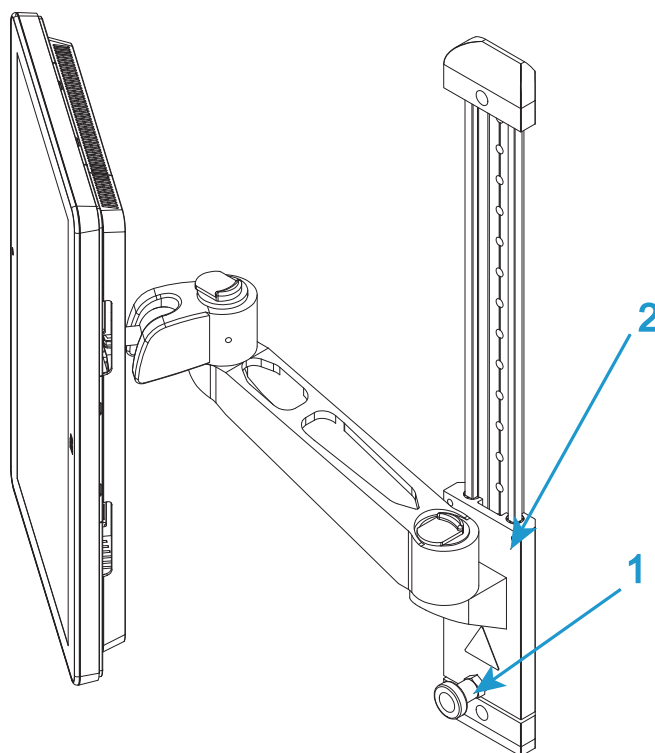

図9. 高さの調整
1. 様々なオペレータが快適に使用できるように Bluehill® オペレータ ダッシュボードの高さを調整することができます。ロック (50 ページの図 9 の 1) を緩め、取り付けアーム (50 ページの図 9 の 2) を希望の高さにスライドします。ロックを再び締め付けます。